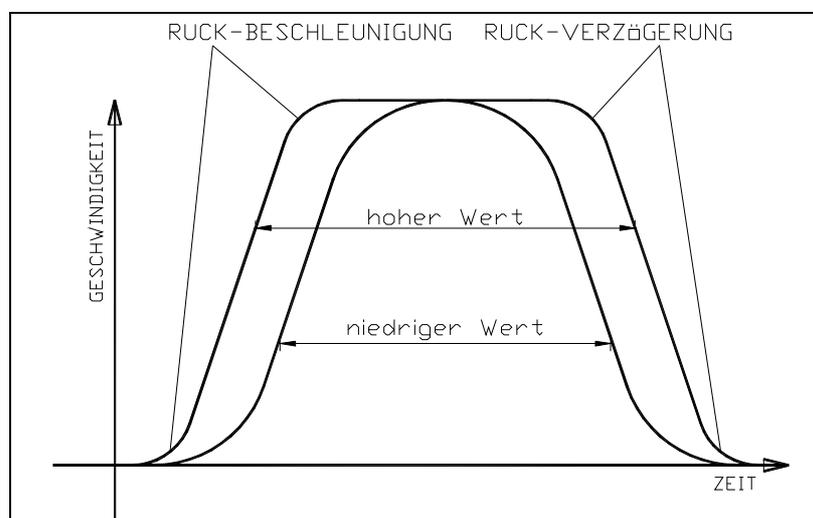

Abbildung 14: Einstellhinweise zu Ruck-Beschleunigung und Ruckverzögerung
Übergang von 0 auf Beschleunigungsphase und Übergang Beschleunigungsphase auf Vmax, einstellbar in 0,1...2,0m/s³. Dabei entspricht 0,1m/s³ einer weichen Ausrundung und 2,0m/s³ einer harten Ausrundung (siehe Abbildung 14). Richtwert: 0,8m/s²
-Messfahrt ausführen- Bremswegermittlung bei Kurzhaltestellen (kürzerer Abstand von Etagenschalter zu Bündigschalter als bei Langfahrt). Wird mit Geschwindigkeit V_2 gefahren. Umrichter verzögert sofort beim Erreichen des Etagenschalters und schleicht relativ lange bis zum Bündigschalter. Hierbei errechnet der Umrichter aus dem Bremsweg von Etagenschalter zum Bündigschalter den optimalen Verzögerungspunkt im Umrichter. Bei nächster Fahrt mit V_2 wird der Aufzug den Verzögerungspunkt (Etagenschalter) passieren und bis zum errechneten Verzögerungspunkt weiterfahren. Dabei wird die Dauer der Einfahrgeschwindigkeit V_1 minimiert auf etwa $0,3\text{ s}$. Nach erfolgreicher Messfahrt stellt sich die Optimierung automatisch auf –ein-. Zur Erläuterung siehe Abbildung 14.